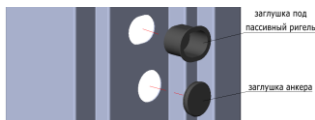
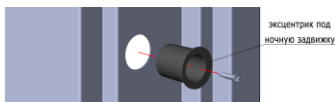

Рис. 2
Рис. 3
4.13. Закройте отверстия в коробе под анкера и пассивные ригели идущими в комплекте пластиковыми заглушками (рис. 2) Устанавливаются пластиковый эксцентрик ночной задвижки (рис. 3).
Устанавливаются пластиковый эксцентрик ночной задвижки (рис. 3).